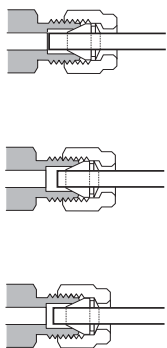

Figura 28. Installazione del raccordo completata
- 10 Entrambi i collegamenti rastremati, sia quello corretto sia quello errato, sono mostrati nella **Figura 28**. Prestare attenzione che l'estremità finale del tubo inserita in un raccordo correttamente rastremato non sia schiacciata e non interferisca con l'azione delle ferrule.